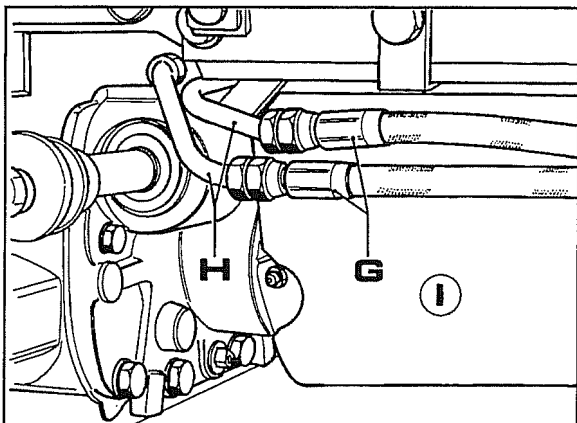

Fig. 16
16. Scollegare i due tubi **G** fig. 16. Porre due tappi alle estremità dei tubi **H** onde evitare fuoriuscite di olio ogni qualvolta vengono girate le ruote anteriori.